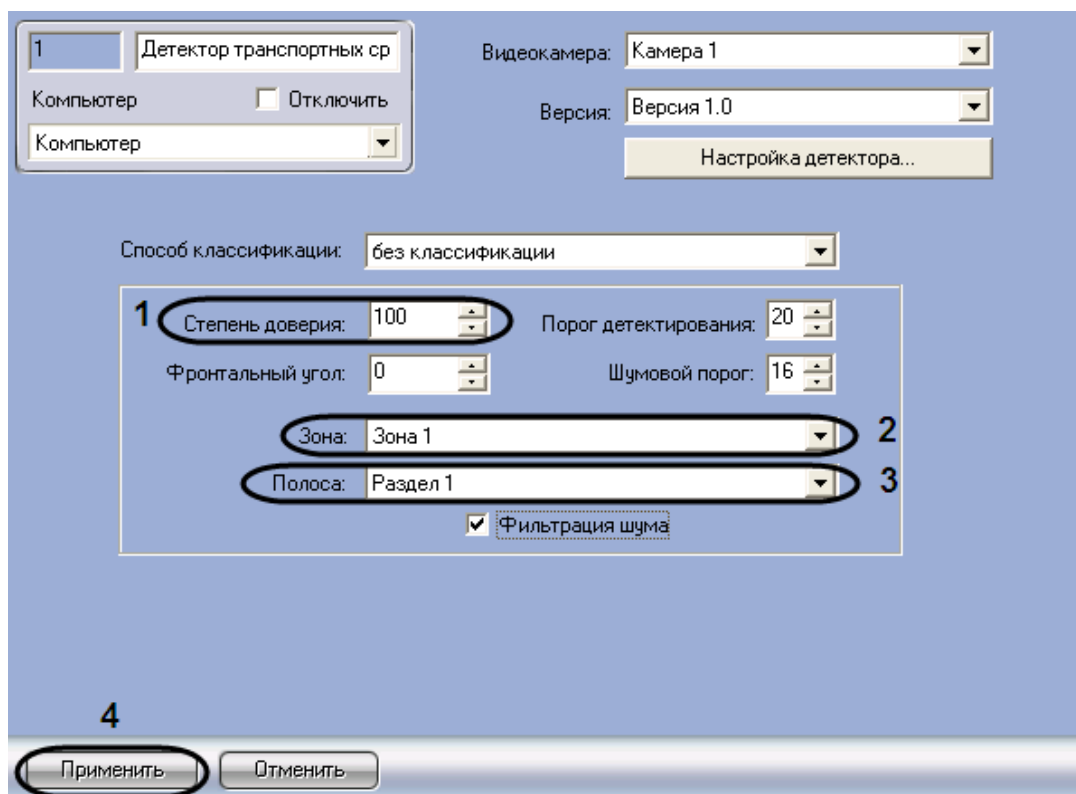

Рис. 7.6-7. Задание сведений о детекторе транспортных средств
1. Перейти на панель настройки объекта «Детектор транспортных средств» (см. Рис. 7.6-7)
2. В поле со списком «Степень доверия» ввести степень доверия к детектору транспорта (см. Рис. 7.6-7, 1)
3. Из раскрывающегося списка «Зона» выбрать название объекта «Зона» или «Область», соответствующего территории, на которой расположена видеокамера детектора (см. Рис. 7.6-7, 2)
4. Из раскрывающегося списка «Полоса» выбрать название объекта «Раздел», соответствующего дорожной полосе, обрабатываемой детектором (см. Рис. 7.6-7, 3)
5. Для сохранения внесенных изменений нажать кнопку «Применить» (см. Рис. 7.6-7, 4)